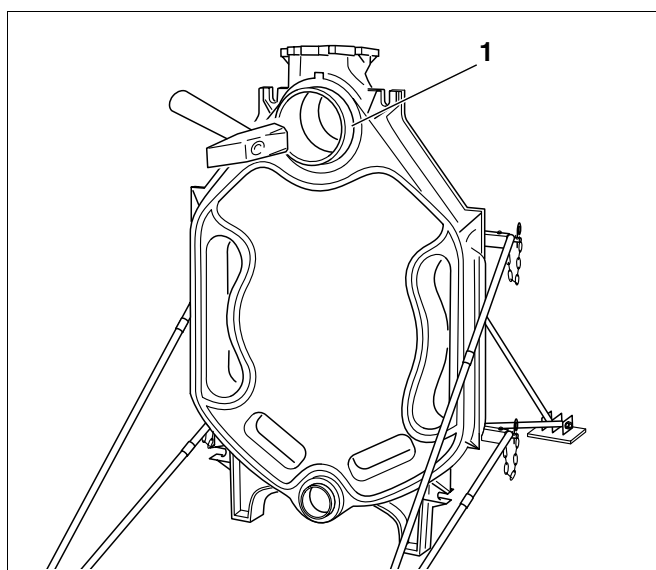

Fig. 11 Engagement des nipples
- Engager bien dans l'axe les nipples dans les moyeux supérieur (taille 4, 181/70) et inférieur (taille 1, 82/50) de l'élément arrière et les enfoncer à l'aide de coups de marteau et en croix (sans endommager la nipple). Après avoir enfoncés les nipples avec le marteau, le nipple supérieur (fig. 11, **pos. 1**) doit dépasser d'environ 45 mm et le nipple inférieur d'environ 35 mm du moyeu correspondant.